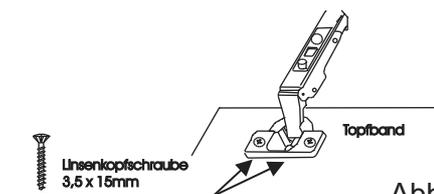

Abb. 1
1. Bei den Türen müssen die Topfbänder montiert werden. Schrauben Sie diese, wie in Abbildung 1 dargestellt, in die Fronten ein.
Ist ein Nachstellen notwendig, können Sie die Türen wie in Abb.1 einstellen.